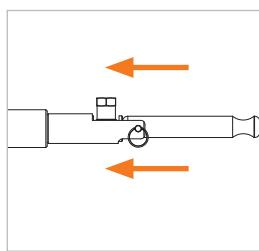

Figure 7
- ▶ Déplacez légèrement le connecteur en direction de la pièce d'essai (*Figure 7*). La connexion à la pièce d'essai est ainsi desserrée et le connecteur peut être retiré en position droite par l'arrière.